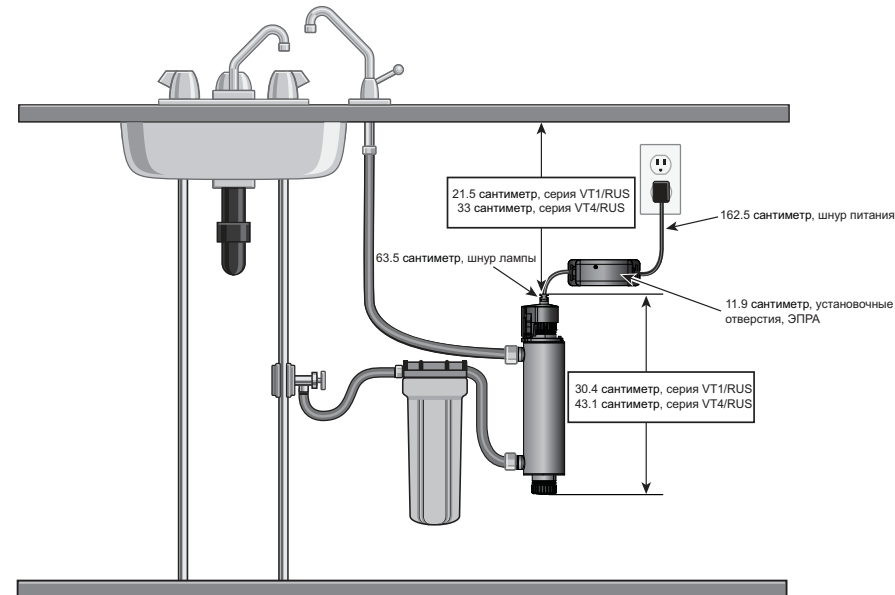

Рисунок 3 Система дезинфекции
1. На Рисунок 3 показана установка типичной системы дезинфекции в месте использования (POU) и соответствующих компонентов, которые могут использоваться с установкой. В случае, если требуется «автономное» техническое обслуживание, рекомендуется использовать обводной узел. В данном случае учтите, что при использовании обводного узла для системы распределения требуется дополнительная дезинфекция. К тому же во время использования обводного узла вода НЕ будет проходить дезинфекцию, и на обводном узле необходимо физически установить табличку с текстом «ВОДУ НЕ ИСПОЛЬЗОВАТЬ» до тех пор, пока система не пройдет санитарную обработку и ее эксплуатация не будет продолжена. Дополнительную информацию см. в Раздел 3.2. Если потребуется использовать воду в ходе автономного состояния системы, воду следует прокипятить в течение 2 минут перед потреблением.